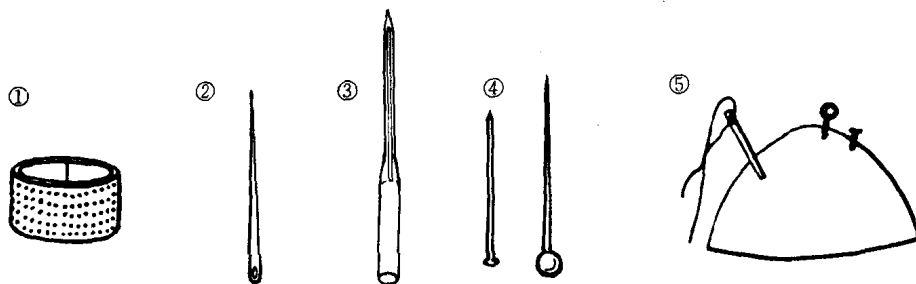

图 1-4
手缝衣物时戴在右手中指的第一、第二关节之间,顶住手针的针尾起推进作用(见图 1-4①)。选择凹孔密集、较深的顶针比较便于使用。
手缝衣物时用的针,针鼻儿呈椭圆形,型号有 12 种。1 号针最大,多用于缝制棉被;12 号针最小,一般情况下很少用到;常用的型号是 4 至 9 号,4 号用于缝垫肩等较厚的东西,9 号用于绣花等纤巧细致的部位;制作服装时用的最多的手针是 5 号和 6 号(见图 1-4②)。
机缝衣物时用的针,有家用、工业用之分,也有多种型号。号码越大,针越大越粗,针孔也越大。通常多使用 9 号、11 号、14 号机针。针体不易弯曲、针鼻儿和针槽端正光洁、针尖细且尖锐的便于使用,否则可能出现跳针、断线、针眼粗大、刺断纱线等问题(见图 1-4③)。
在固定纸样或布料、立体裁剪、试样或试穿等情况下所使用的工具(见图 1-4④)。
用于插针的工具(见图 1-4⑤)。用布包裹毛发、毛线、米糠等材料制成,直径 6~10 厘米。戴在手腕上取针方便,而且可以使针滑润和防止生锈。